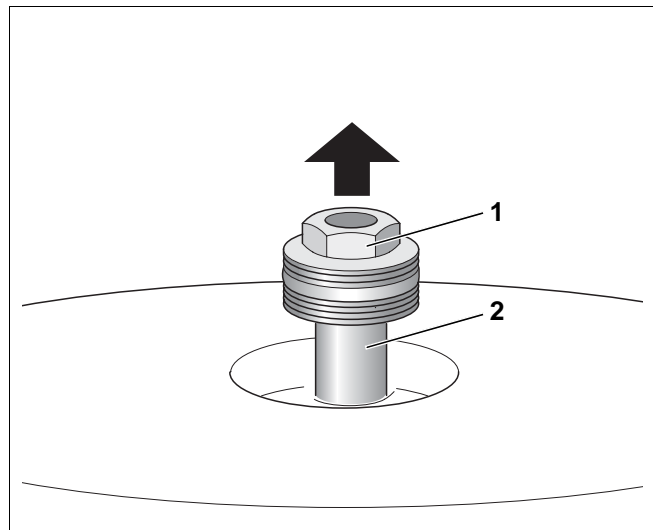

Fig. 12 Sostituzione dell'anodo di magnesio
- Svitare il dado esagonale (fig. 12, **pos. 1**) dell'anodo di magnesio con la chiave ad anello da 32.
- Svitare l'anodo di magnesio (fig. 12, **pos. 2**).
- Se l'anodo di magnesio risulta essere consumato, occorre procedere a montarne uno nuovo, come illustrato in fig. 12.